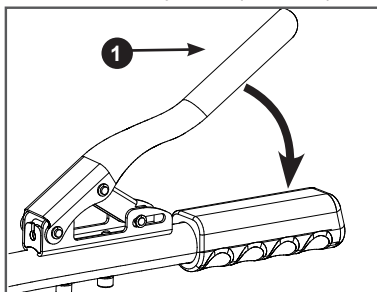

Рис. 32. Включение хода
- 6. Для того чтобы начать движение мотоблока на выбранной передаче быстро и плавно нажмите рычаг 1 включения хода до упора (Рис. 32).
1. Отпустите рычаг включения хода (Рис. 32).